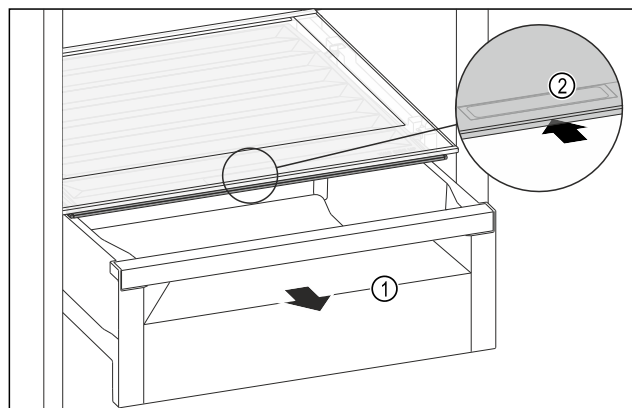

Fig. 146
- Estrarre il cassetto Fig. 146 (1).
- Afferrare la maniglia incassata Fig. 146 (2) sul coperchio dello scomparto e spingere allo stesso tempo all'indietro il coperchio dello scomparto.